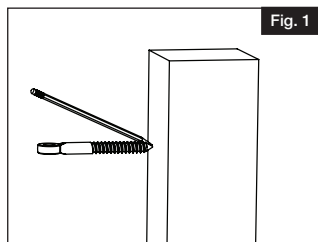

Fig. 1
- a.) Position eye hinge 4" from top and bottom of gate centered on hinge side (Fig 1).
- Positionner la charnière à œillet à 4 po (102 mm) du haut et du bas de la barrière en la centrant sur la charnière (Fig. 1).
- a.) Coloque la bisagra de ojo a 4" de la parte superior e inferior del portón, centrada en el lado de la bisagra (Fig. 1).